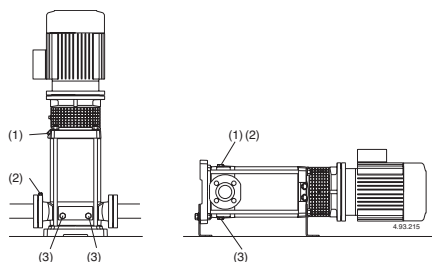

Fig. 4d (1) Llenado y purga
(2) Purga aspiración
(3) vaciado
Con el **nivel de agua en aspiración por encima de la bomba**, (funcionamiento bajo carga, fig. 3B), llenar la bomba abriendo lentamente y completamente la compuerta del tubo de llegada teniendo la compuerta de la impulsión abierta y también los agujeros de purga (1), (2) (fig. 4d) para hacer salir el aire.
Cerrar los agujeros de purga (1), (2) (fig. 4d), para MXV-B, MXV(L) 25-32-40-50 und MXV(L)4 25-32-40-50 Atornillar los tornillos tipo pasador (17.17) del tapón de vaciado (14.12) (fig. 4b), y cierre el orificio de purga (14.04).